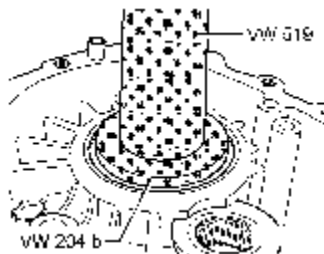

图 9-99 压入大圆锥滚柱轴承外圈
(12) 压入大圆锥滚柱轴承外圈时，较小直径的专用工具 VW 204b 朝向外圈，如图 9-99 所示。